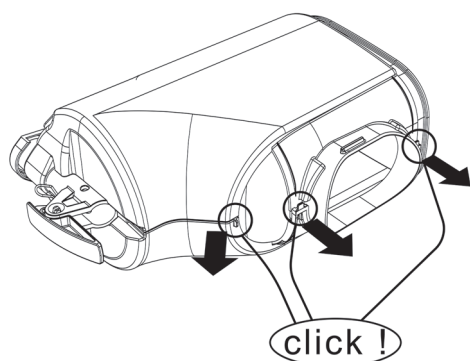

figura 16
- 1** Aprire le due parti, facendo scattare. (vedere figura 16).